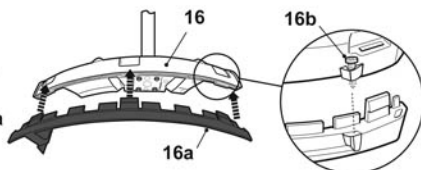

Fig. 6
- > En modo bordeadora y con el cabezal de corte, coloque la pieza de borde [16a] sobre el protector [16] deslizando las tres pestañas en las ranuras correspondientes (Fig. 6) y enroscando el tornillo [16b].